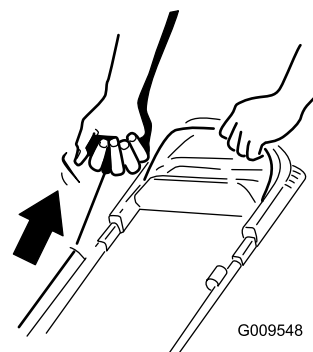

Figure 19
- Tirez sur la poignée du lanceur (Figure 19).
Remarque: Tirez la poignée du lanceur lentement jusqu'à ce que vous sentiez une résistance, puis tirez vigoureusement (Figure 19). Laissez le lanceur se rétracter lentement jusqu'à la poignée.